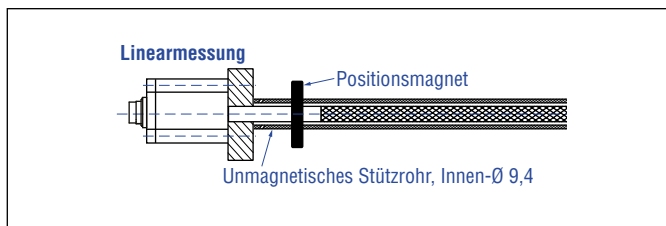

Abb. 18: Sensor mit Stützrohr/Schutzrohr bei einer Linearmessung
1. Führen Sie den flexiblen Messstab immer in einem Stützrohr/ Schutzrohr (z.B. Sensorrohr HD/HL/HP oder HFP-Profil). Das Stützrohr muss aus unmagnetischem Material bestehen und einen Innendurchmesser von mindestens 9,4 mm haben (Abb. 18). Es kann gerade oder gebogen sein.